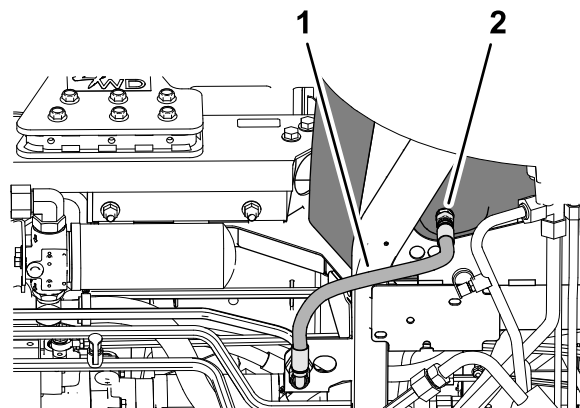

図 165
3. 油圧オイルタンクの下にオイルを受ける容器をおく **図 165**。